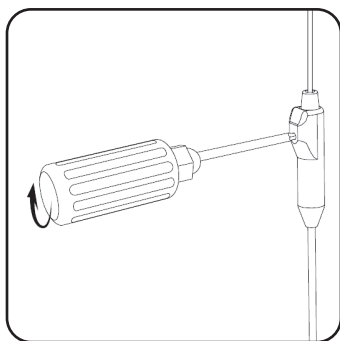

Afbeelding 18. Zorg dat de lead volledig in het connectorblok van de percutane verlengkabel is ingebracht.
4. Steek de lead in het connectorblok van de percutane verlengkabel tot deze goed is geplaatst en de lead niet verder kan worden ingebracht. Merkteken D op de lead moet in de trekcontlasting van de percutane verlengkabel zitten (**afbeelding 18**). De retentiemoef op de tined lead moet onder de stelschroef van de percutane verlengkabel worden geplaatst.